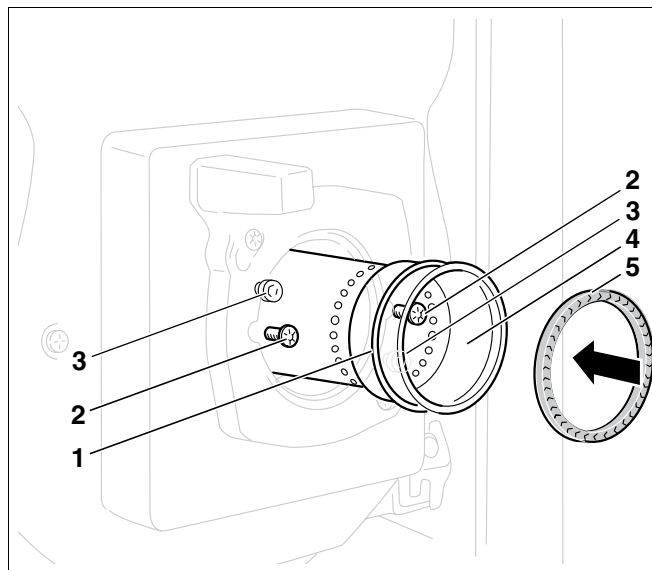

Fig. 32 Înlocuirea țevii arzătorului și testarea garniturii la tipurile de arzătoare 17 până la 45 kW
- Se slăbesc cele două șuruburi de (Fig. 32, **Poz. 2**) fixare.
- Se montează țeava cea nouă a arzătorului (Fig. 32, **Poz. 4**) și garnitura O (Fig. 32, **Poz. 1**).
- Se verifică garnitura între sistemul de amestec și țeava arzătorului (Fig. 32, **Poz. 5**) înainte de instalarea arzătorului.
- La tipurile de arzător 17 până la 45 kW garnitura (Fig. 32, **Poz. 5**) se instalează în țeava arzătorului.
- Se așează arzătorul pe cele două șuruburi în flanșa (Fig. 32, **Poz. 3**, pagina 36) arzătorului.
- Rotire spre stânga până la opritor și se strâng din nou șuruburile de (Fig. 32, **Poz. 2**, pagina 36) fixare.